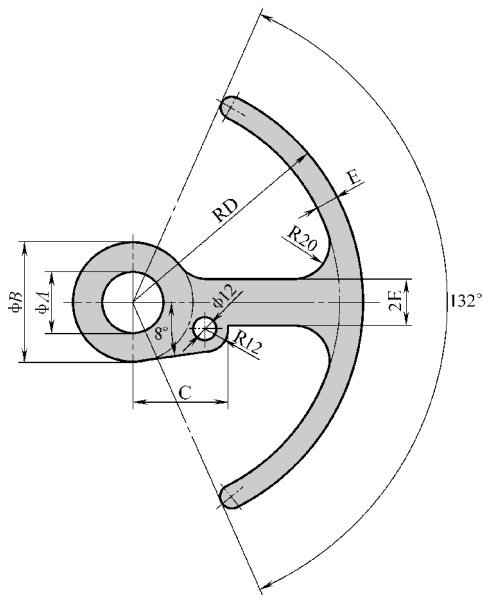

图 B-3 赛题 3
3. 参照图 B-3 绘制图形，注意其中的同心、对称、相切等几何关系。请问图形中深色区域的面积是多少？